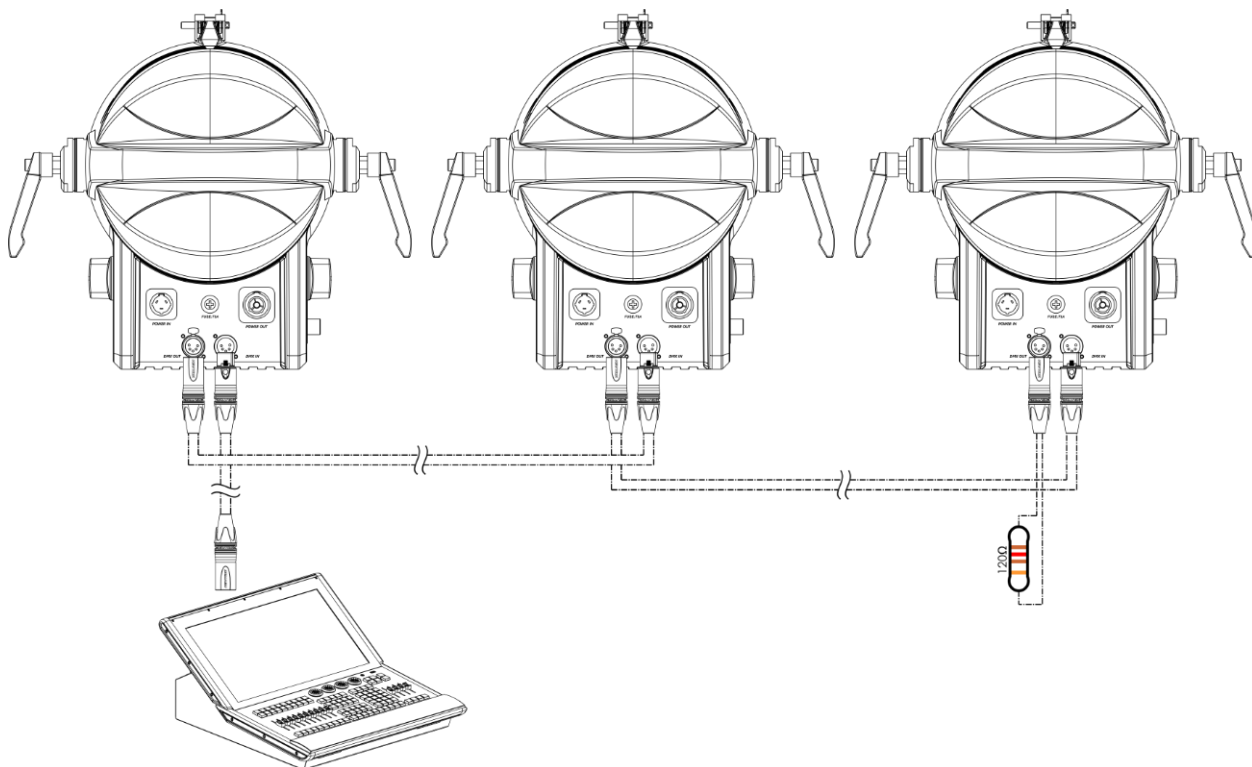

Fig. 14
- 03) Ripetere il passaggio 2 per collegare tutti i dispositivi in un collegamento a margherita come indicato nella Fig. 14.